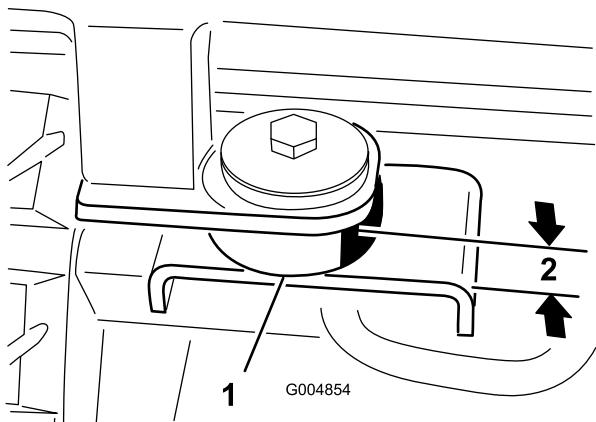

Bild 67
- Setzen Sie eine Kabinengummihalterung in die vorderen Befestigungstellen ein (Bild 67).